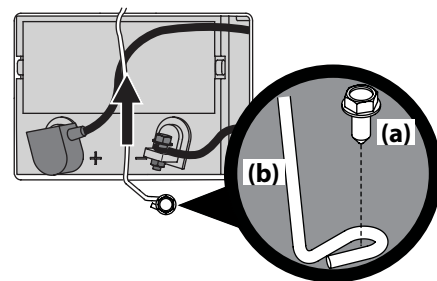

Figura 4-9
1. Extraiga el tornillo de cabeza hexagonal con arandela (a) que sujeta el soporte de sujeción de la batería al marco (b). Luego levante el soporte de sujeción (b) de la batería para liberar la batería. Vea la Figura 4-9.